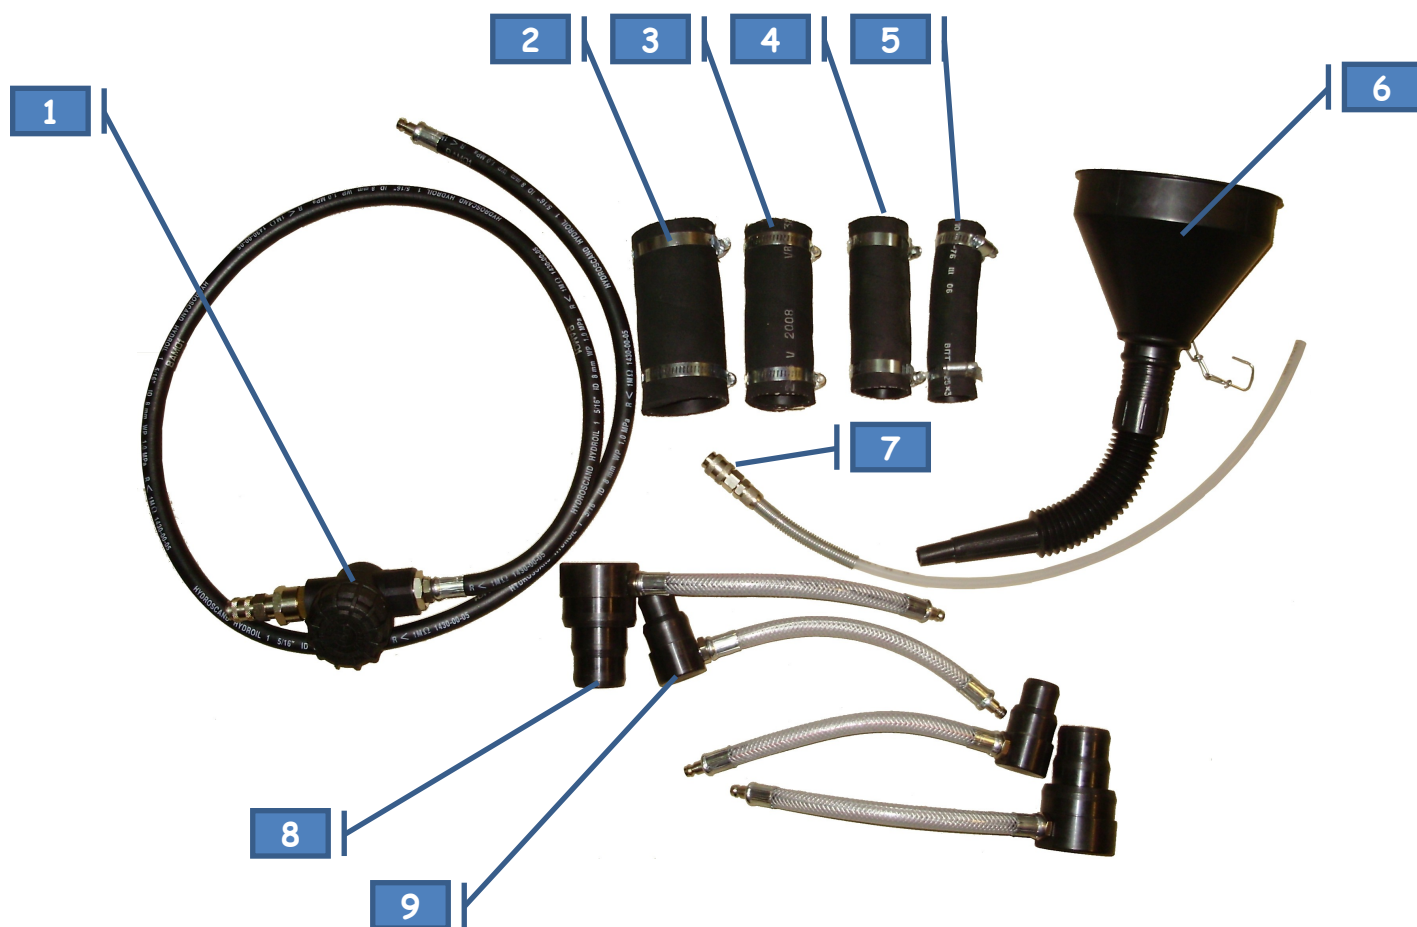
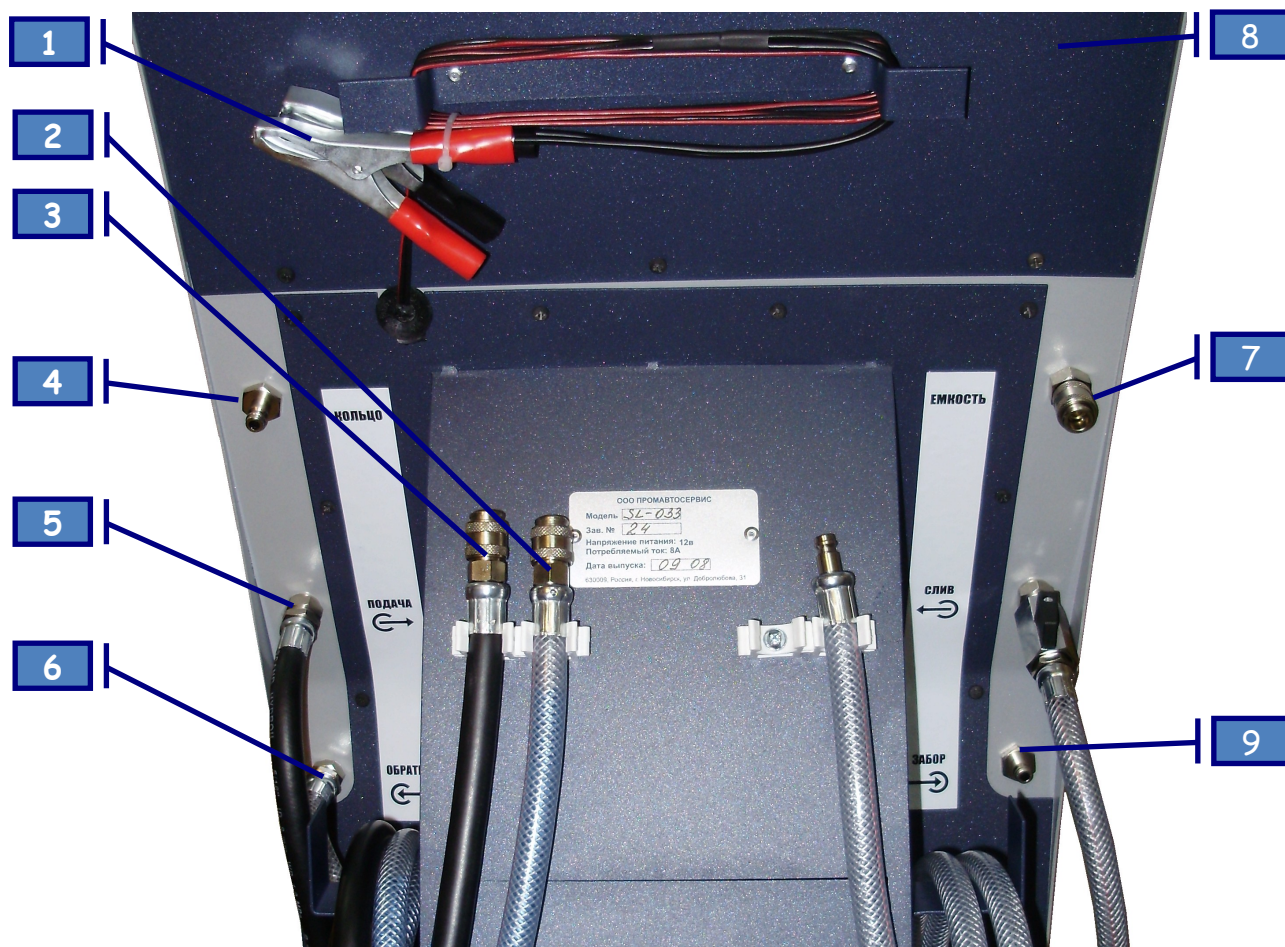

Рис. 1
Рис. 3
1. Подсоединить зажимы «крокодил» (п.1 рис. 3) кабеля питания установки к источнику питания: красный к положительной клемме - черный на «массу».
3. Заборный шланг с фильтром (п.1 рис.1) защелкнуть на БРС с надписью «Забор» (п.9 рис. 3).
4. Если используется *внутренний забор* – залить, используя воронку (п. 6 рис. 1), во внутреннюю емкость установки антифриз, в требуемом количестве (min 5 - max 20 литров), свободный конец заборного шланга защелкнуть на БРС с надписью «Емкость» (п. 7 рис .3).
5. Если используется *внешний забор*, то свободный конец заборного шланга (п. 1 рис. 1) опустить в емкость с антифризом.
6. Черный шланг с надписью «Подача» (п.5 рис.3) замкнуть на БРС «Кольцо» (п.4 рис.3).
7. Вставить Сливной шланг установки («Слив»), в свободную ёмкость объемом не менее 20 л, и повернуть вентиль (п.8 рис. 3) в положение «Открыто» (параллельно шлангу).
8. Нажать кнопку «Слив» (п.6 рис. 2), расположенную на лицевой панели и **удерживать ее**, пока из сливного шланга (п.8 рис. 3) не пойдет равномерная, без пузырьков воздуха струя жидкости, и давление на манометре не достигнет значения 0.5 bar и более.
4. С помощью специального адаптера (п.7 рис.1) слить часть жидкости из верхней части радиатора, чтобы в дальнейшем при снятии верхнего патрубка не произошло разлива жидкости:
- для этого защелкнуть специальный адаптер на БРС заборного шланга (п.1 рис.1);
- на радиатор надеть переходной патрубок подходящего размера (п.2, 3, 4, 5 рис.1);
- на отсоединенный патрубок автомобиля и переходной патрубок, одеть пару адаптеров подходящего размера (п.8, 9 рис.1);
9. Подсоединить к адаптерам шланги от установки, «**Подающий**» шланг черный (с надписью «**Подача**» (п.5 рис.3) к «радиатору», «**Обратный**» шланг прозрачный (с надписью «**Обратка**» (п.6 рис.3) к «двигателю».
1. Повернуть вентиль Сливного шланга (п.8 рис.3) в положение «Закрыто» (перпендикулярно крану).
6. Медленно открыть сливной кран (п.8 рис.3) на установке и стравить давление в системе.